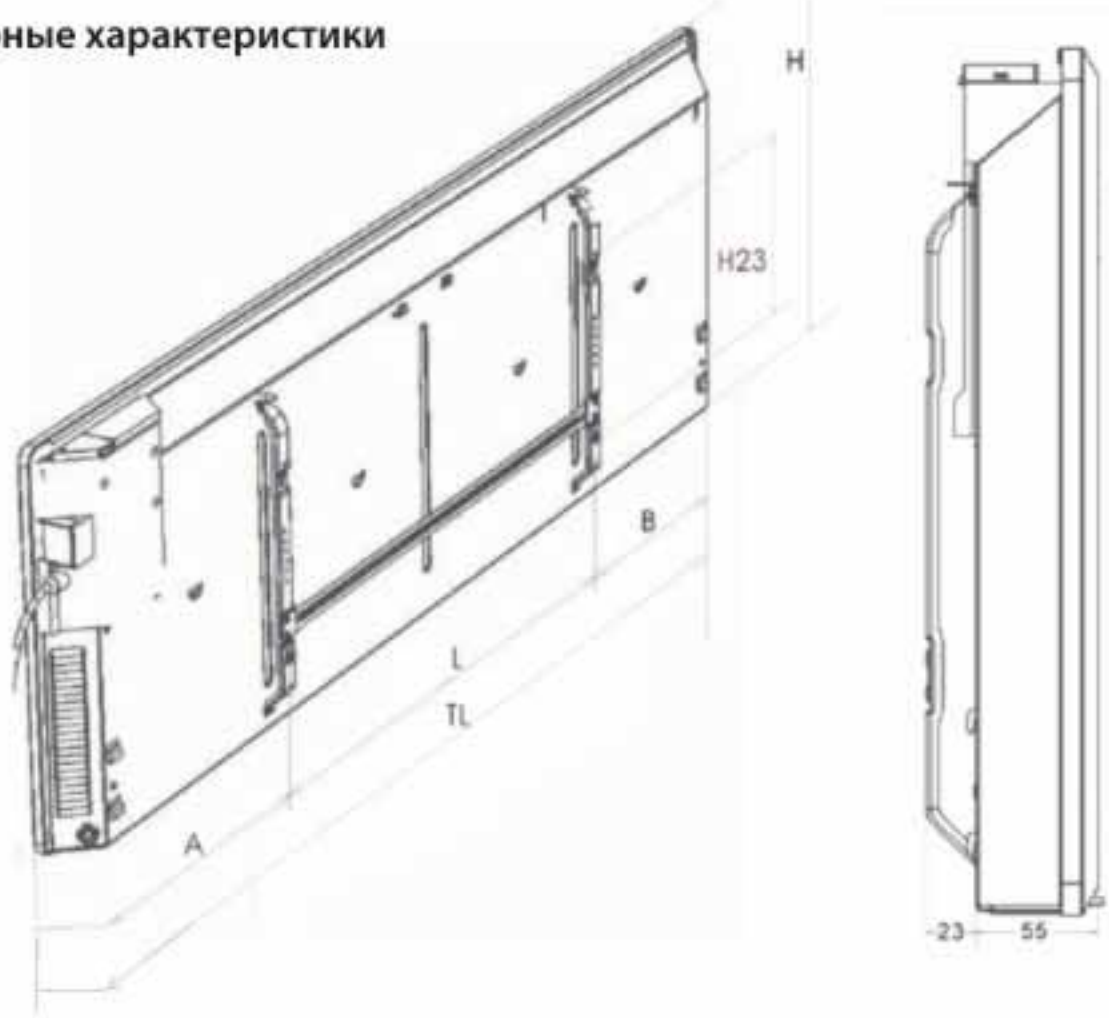

Рис. 2
Габаритные размеры конвектора согласно рис. 2 приведены в таблице 2
- В соответствии с рис. 2, 4 и таблицей 2 определите место установки конвектора с соблюдением минимальных расстояний от предметов и минимального расстояния от пола.